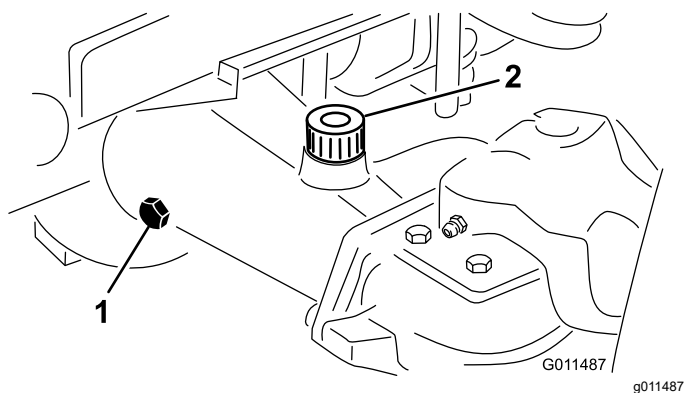

Figura 69
2. Retire un tapón de verificación de un extremo del eje y asegúrese de que el lubricante llega al borde inferior del orificio (Figura 69).